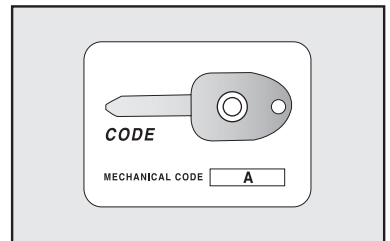

fig. 2
- destravamento do porta-malas por meio do controle remoto (chave **B**-fig. 2);
- travamento/destravamento das portas por meio do controle remoto (chave **B**-fig. 2).
Com o conjunto de chaves é entregue o **CODE CARD** fig. 2 no qual é indicado:
A-fig. 2 - O código mecânico das chaves a comunicar à **Rede Assistencial FIAT** para pedir cópias das chaves.